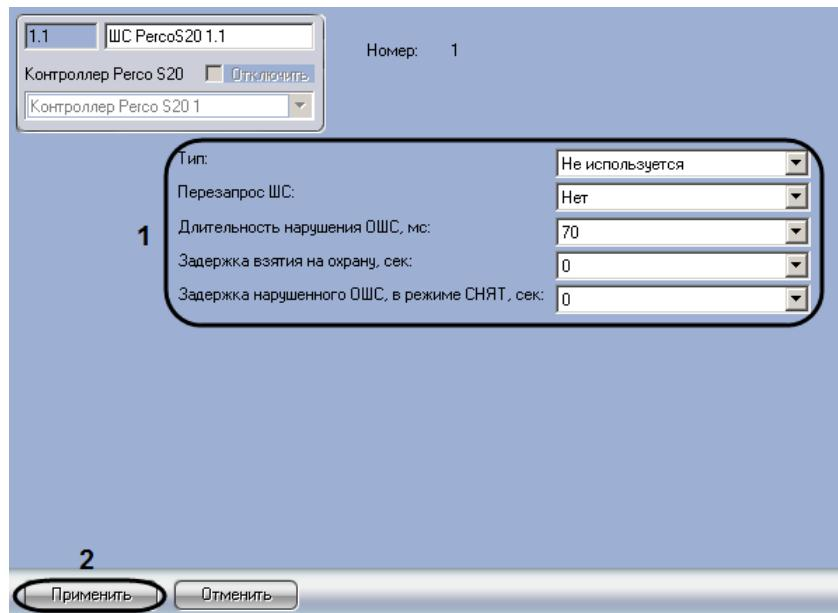

Рис. 3.3—14 Настройка шлейфа
- Задать параметры шлейфа (см. Рис. 3.3—14, 1, Таб. 3.3—7).